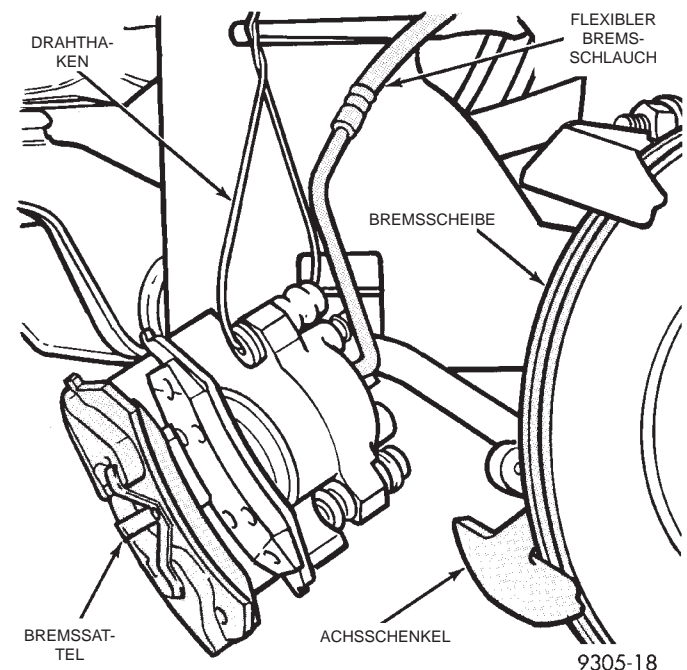

Abb. 6 Bremssattel aufhängen
(6) Muß der Bremssattel nicht vollständig aus dem Fahrzeug ausgebaut werden, den Bremssattel sicher aufhängen, um den flexiblen Brems Schlauch vor Beschädigungen durch das Gewicht des Bremssattels zu schützen (Abb. 6).